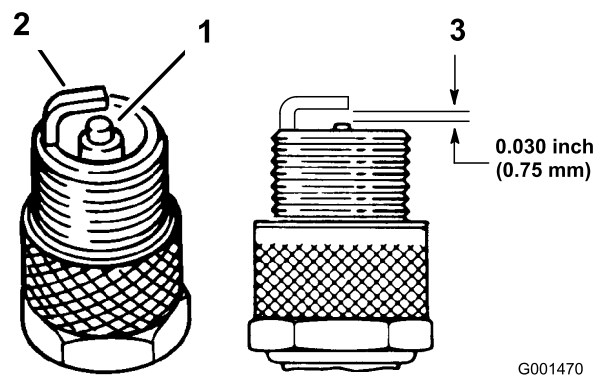

Figure 40
1. Examinez le centre des bougies (Figure 40). Si le bec de l'isolateur est recouvert d'un léger dépôt gris ou brun, le moteur fonctionne correctement. S'il est couvert d'un dépôt noir, c'est généralement signe que le filtre à air est encrassé.
3. Contrôlez l'écartement entre l'électrode centrale et l'électrode latérale (Figure 40). Courbez l'électrode latérale (Figure 40) si l'écartement est incorrect.
3. Connectez les bougies (Figure 40).